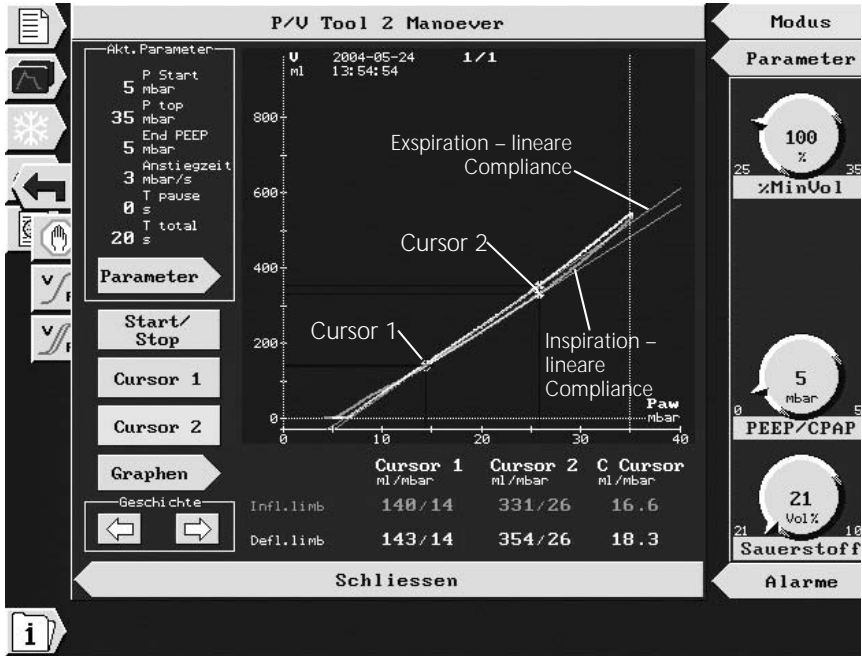

Abbildung 7-9. Verwendung der Cursor-Funktion: Erstellen der linearen Compliance-Kurve
e	Graphen . Öffnet ein Menü zum Ändern des angezeigten Kurventyps (Abbildung 7-9).
1. Wählen und aktivieren Sie **Cursor 1**; drehen Sie dann den M-Knopf, um einen Punkt auf der Kurve zu wählen, an dem Sie den unteren Inflection Point vermuten (Abbildung 7-9). Deaktivieren Sie **Cursor 1**.
1. Wählen und aktivieren Sie im Fenster **P/V Tool 2** den Pfeil **Graphen**. Das Menü **P/V Tool 2 Graphen** wird angezeigt (Abbildung 7-9).